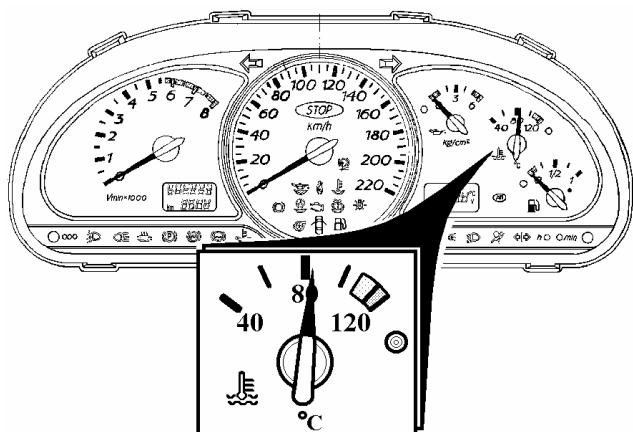

Рис. 1. Прогрев двигателя
3.2. Запустить двигатель автомобиля и дать ему прогреться до рабочей температуры 80 - 90°C. Температуру контролировать по указателю комбинации приборов (рис. 1).